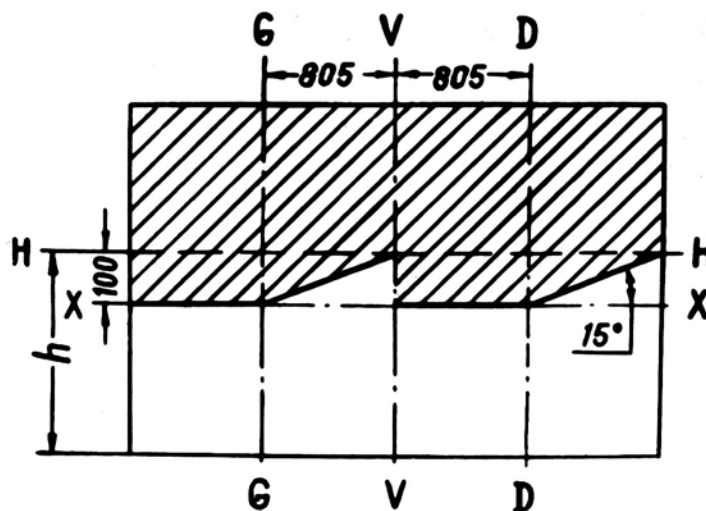

Рис. 8.2. Разметка экрана для регулировки фар:
1. Установить ненагруженный автомобиль на расстоянии 10 метров от экрана, на котором сделана разметка в соответствии с рис. 8.2. Ось автомобиля должна быть перпендикулярна экрану.
5. Включить ближний свет и, закрыв одну из фар, отрегулировать другую регулировочными винтами так, чтобы световое пятно располагалось, как показано на рис. 8.2: